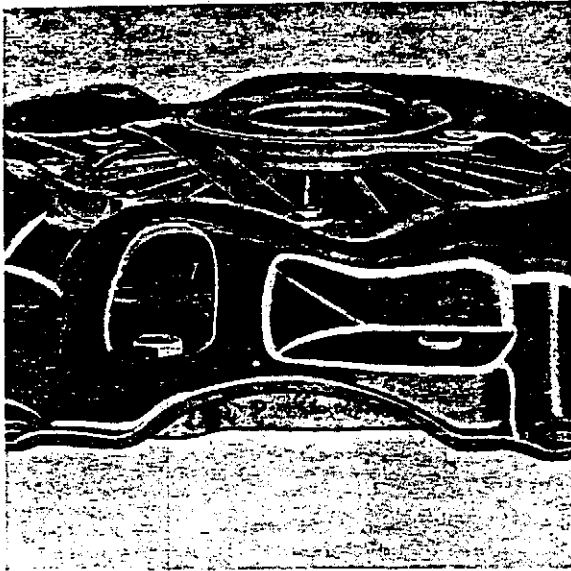

Abb. 19 Kennzeichnung von Druckplatte und Kupplungsdeckel
1. Druckplatte und Kupplungsdeckel wie auf Abb. 19 gezeigt kennzeichnen.